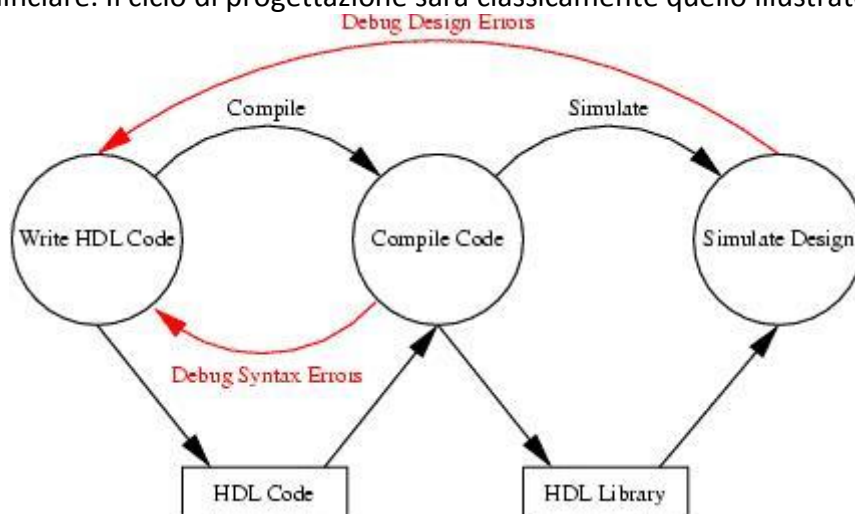

FIGURA 2: A CLASSICAL DESIGN CYCLE
3. Dopo una compilazione corretta, la fase di simulazione/debugging degli errori di progetto può cominciare. Il ciclo di progettazione sarà classicamente quello illustrato in Figura 2.